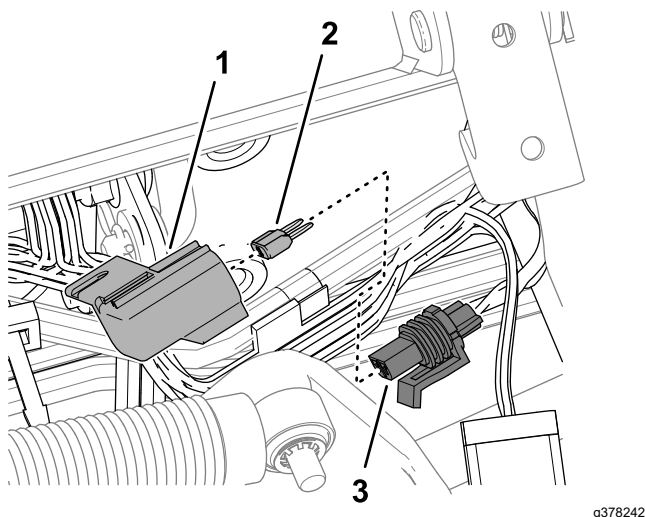

Figura 135
3. Îndepărtați capacul de pe suportul pentru sigurane în linie etichetată 10 A FUSE TELEMATIC PWR (Figura 135).